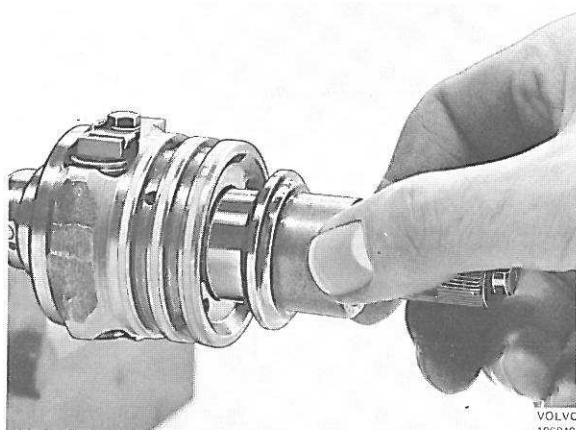

Figure 93. Contrôle du roulement
1. Poser le roulement à aiguilles (61) dans la douille de palier (60) et essayer l'ensemble sur la tige de commande de direction de la vis sans fin de direction, figure 93. La douille doit pouvoir être tournée avec facilité, toutefois sans jeu perceptible. En cas de jeu, essayer avec des roulements à aiguilles plus grandes. Ces aiguilles existent dans quatre grandeurs différentes à 2μ (0,002 mm) de différence, voir "Caractéristiques". La douille de palier existe dans deux grandeurs différentes, à diamètre extérieur de 28,0 et 28,015 mm. Pour le montage de la douille, se servir de l'outil 2481.